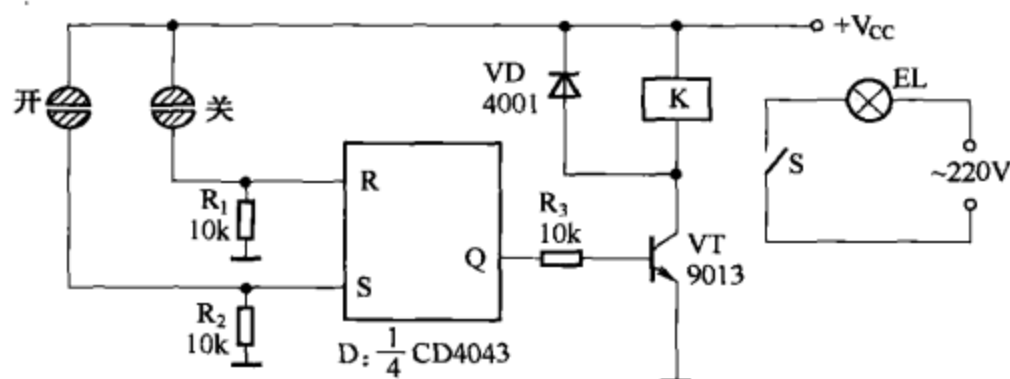

图 8-26
(2) 图 8-26 所示为 RS 触发器构成的触摸开关电路，“开”和“关”为两对金属触摸触点。当用手触摸“开”触点时，人体电阻将触点接通，电源电压 $+V_{CC}$ 加至 S 端使触发器置“1”，输出端 $Q=1$ ，晶体管 VT 导通，继电器 K 吸合，电灯 EL 点亮；当用手触摸“关”触点时，电源电压 $+V_{CC}$ 加至 R 端使触发器置“0”，晶体管 VT 截止，继电器释放，电灯熄灭。